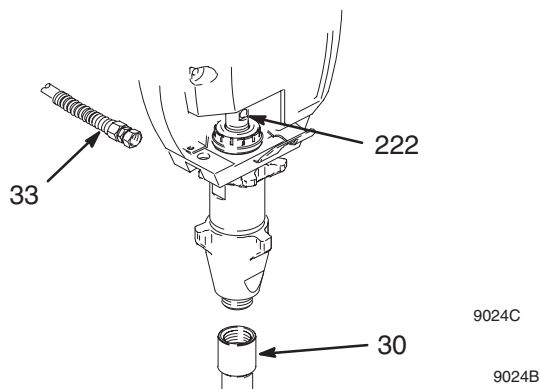

Abb. 17
2. Abb. 17. Pumpe so anhalten, daß die Kolbenstange (222) an der tiefsten Stelle stehenbleibt.
4. Abb. 17. Saugrohr (30) und Schlauch (33) abnehmen.